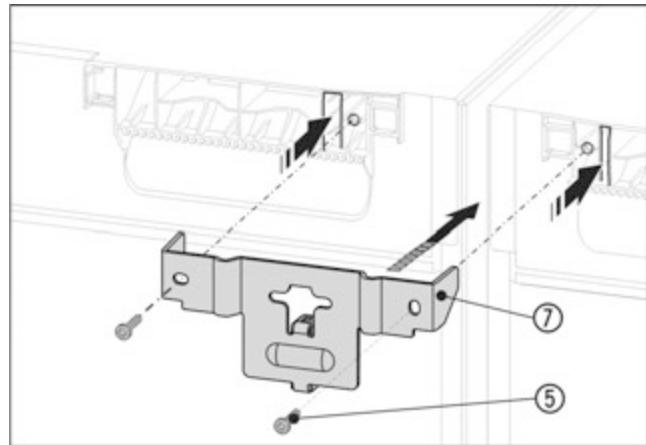

Fig. 16 Приблизне відображення
- Всунути кут Fig. 16 (7) з дистанційною прокладкою між пристроями і з планками в кришку пристроя. Закрутити 2 гвинтами Fig. 16 (5).